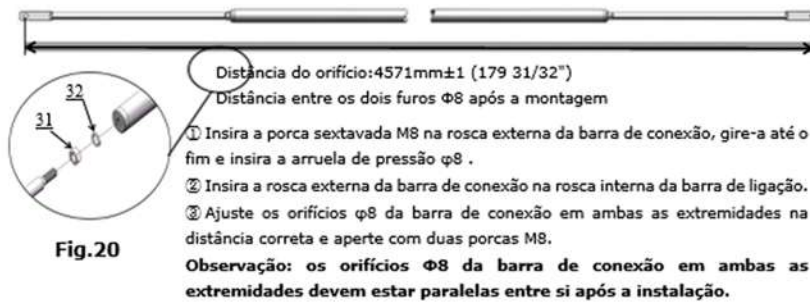

Fig.20
2. Montagem do conjunto da barra de ligação. Ver fig. 20